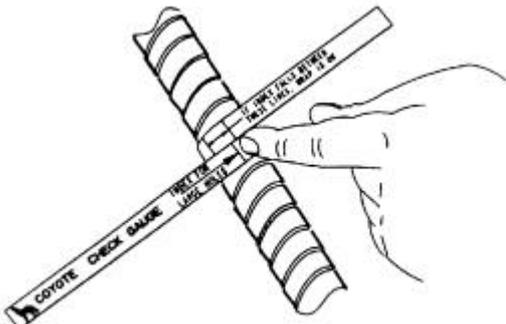

Figura 7 – Conferindo a aplicação da fita selante
4.07 Para conferir a aplicação da fita selante, enrole o verso da fita de medição em torno da fita selante aplicada (*check gauge*) ao cabo. Se a seta de referência cair fora da área das linhas limite, a fita selante deve ser reaplicada (figura 7).